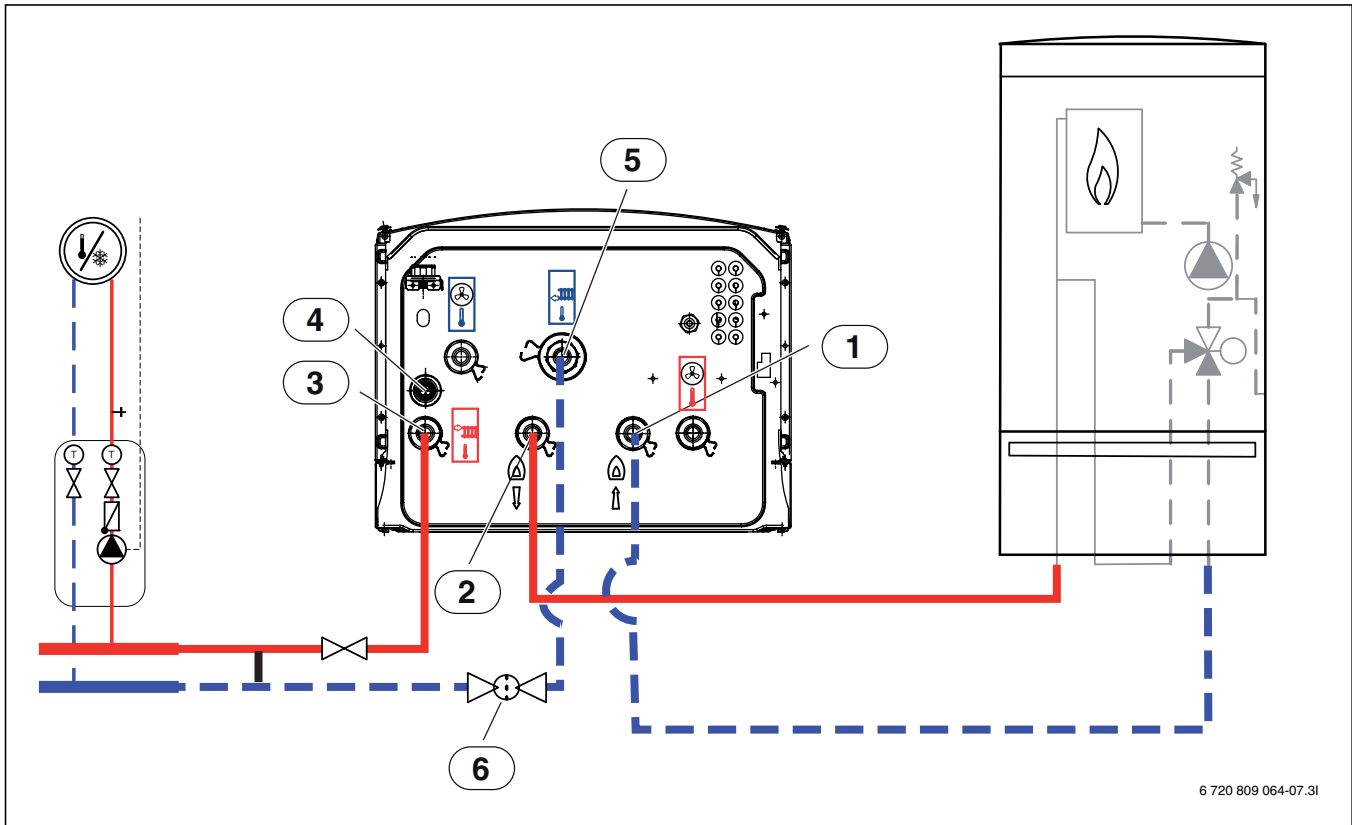

Bild 18 Anslutning av värmepumpsmodul med shunt för externt tillskott till värmesystem och tillskott
- ▶ Dra spillvattenslangen från [4] Bild 18 nedåt till en frostfri avrinning.
- ▶ Anslut returledning till externt tillskott till [1] Bild 18.
- ▶ Anslut framledning från externt tillskott till [2] Bild 18.
- ▶ Anslut framledning till värmesystemet till [3] Bild 18.
- ▶ Anslut returledning från värmesystemet till [5] Bild 18.